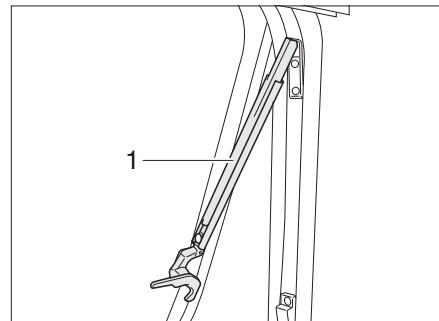

Fig. 36 Fenêtre projetante avec bras automatiques, ouverte
- Ouvrir la fenêtre projetante jusqu'au cran d'arrêt souhaité. Le bras automatique (Fig. 36,1) s'enclenche automatiquement.